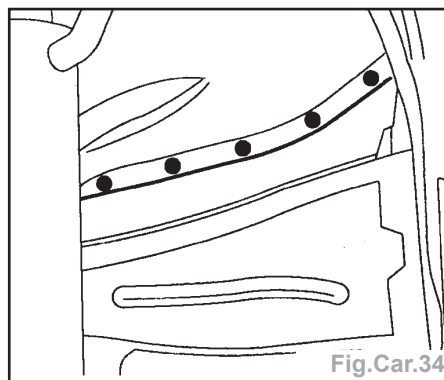

Fig.Car.34
- Souder par points bouchons au MIG et meuler (Fig.Car.34).